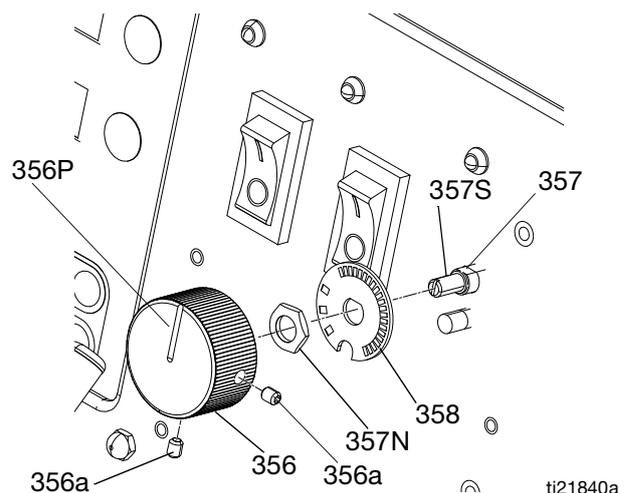

Fig. 9 Mando de función/potenciómetro
4. Consulte la FIG. 9. Quite los dos tornillos de fijación (356a) y saque el mando de función (356) del eje del potenciómetro (357).
5. Retire la tuerca (357N) y la placa de retención (358).
6. Instale el nuevo potenciómetro (357) siguiendo el orden inverso. Coloque el potenciómetro de forma que la ranura (357S) esté en posición horizontal. Ponga el mando (356) de forma que el puntero (356P) apunte hacia arriba. Instale el mando en el eje de forma que la ranura (357S) se acople con el pasador de alineación del mando. Empuje el mando en el eje contra el muelle de retención antes de apretar los tornillos de fijación (356a).